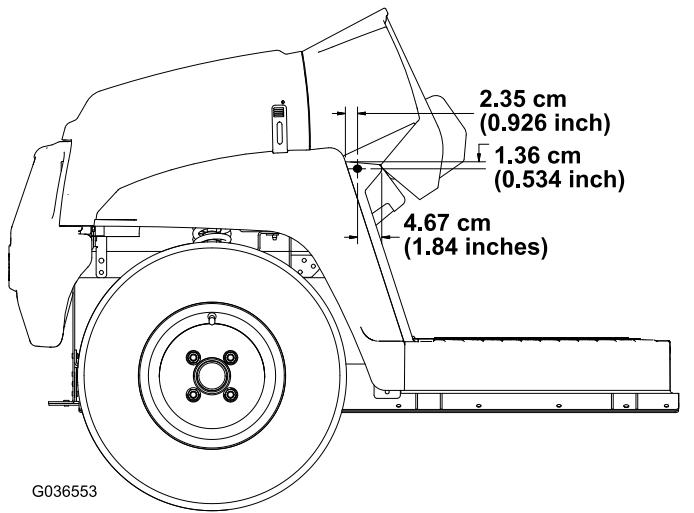

Рисунок 30
2. Просверлите в наружной поверхности подножной панели с левой и правой стороны автомобиля одно отверстие (5/16 дюйма) по размерам, указанным на Рисунок 30.